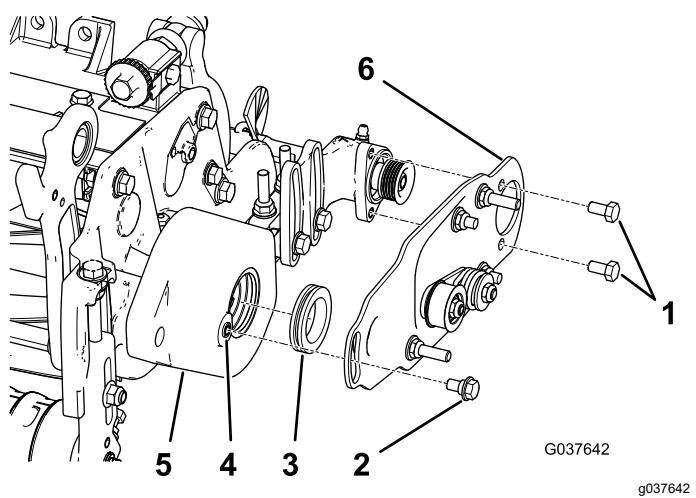

図 11
- ローラブラシハウジングのハトメの内側にグリスを塗る図 11。
- 左または右ローラブラシプレートを取り付ける図 11。
- ボルト2本 $5/16 \times 1/2$ インチにロッキングコンパウンドを塗り、これを使ってブラシプレートをローラブラシ用ベアリングハウジングに取り付ける図 11。
- ショルダーボルトをねじ込む前に、タップ $5/16-18$ を使ってローラブラシハウジングのねじ山についているペイントを完全に除去する図 11。
- ショルダーボルトにロッキングコンパウンドを塗布する図 11。
- ショルダーボルトを使って、ブラシプレートをローラブラシハウジングに取り付ける図 11。